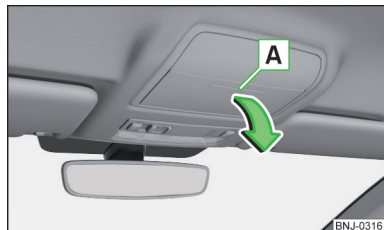

Fig. 87
- Para **abrir**, presionar sobre la tapa del compartimento para gafas en la zona **A**. El compartimento se abre en el sentido de la flecha » fig. 87.